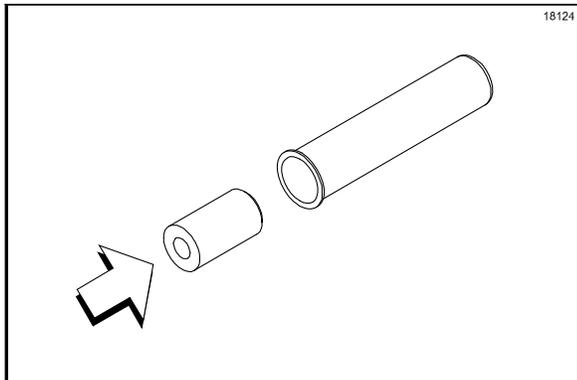

図89
4. プランジャーのインサートの端をはず縁に合わせ、小さい穴を先にしてインサートをプランジャーチューブに差し込みます(図89を参照)。